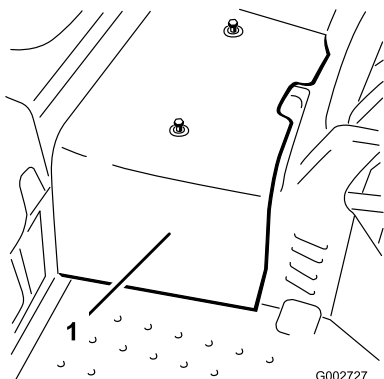

Figura 40
2. Desaperte os dois parafusos que fixam o resguardo central à máquina e retire o resguardo (Figura 40).